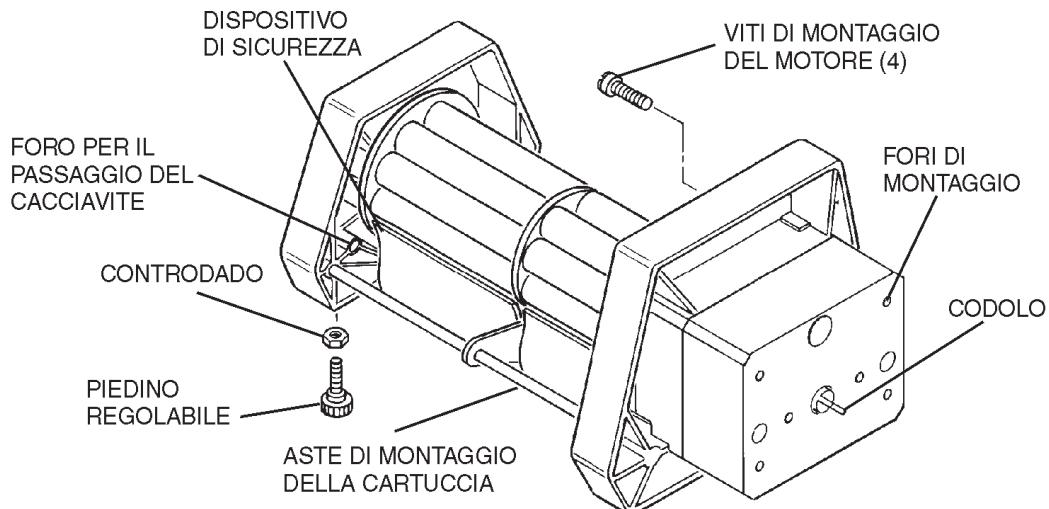

FIGURA 2 MONTAGGIO DELLA POMPA
- Collegare la pompa all'azionamento allineando il codolo nella testa pompante con la fessura nell'albero motore (vedi Figura 2).